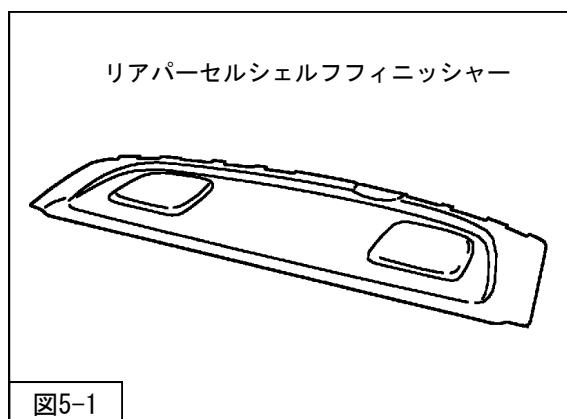

図5-1
1. リアシート後ろのリアパーセルシェルフフィニッシャーに減衰力調整ケーブル用のφ10の穴を開けてください。（図5-1）
4. リアパーセルシェルフフィニッシャーを車両に取付け、穴にケーブルを通して下さい。（図5-1）